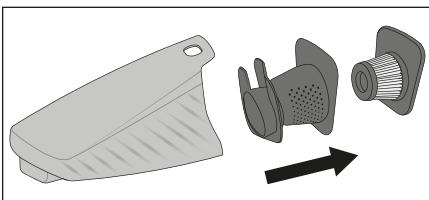

Fig. 4
① NOTA
- ▶ Per ottenere i risultati migliori, svuotare periodicamente il contenitore di raccolta dello sporco ⑦ e pulire il filtro EPA ⑤.
- ▶ Per ordinare un altro filtro EPA ⑤, rivolgersi al nostro servizio di assistenza clienti (vedere capitolo **Ordinazione dei pezzi di ricambio**).
- 1) Per aprire il contenitore di raccolta dello sporco ⑦ rimuovere l'aspiratore portatile ③ dal suo incavo ⑬.
- 2) Premere il tasto di sblocco ▲ ④ e tirare contemporaneamente il contenitore di raccolta dello sporco ⑦ in avanti.
- 3) Sfilare innanzitutto il filtro EPA ⑤ e poi il filtro a maglia grossa ⑥ dal contenitore di raccolta dello sporco ⑦ (fig. 4). Battere i due componenti sopra un bidone dell'immondizia o altro recipiente. In caso di necessità si può sciacquare il filtro EPA ⑤ con acqua pulita. Farlo poi asciugare completamente all'aria.